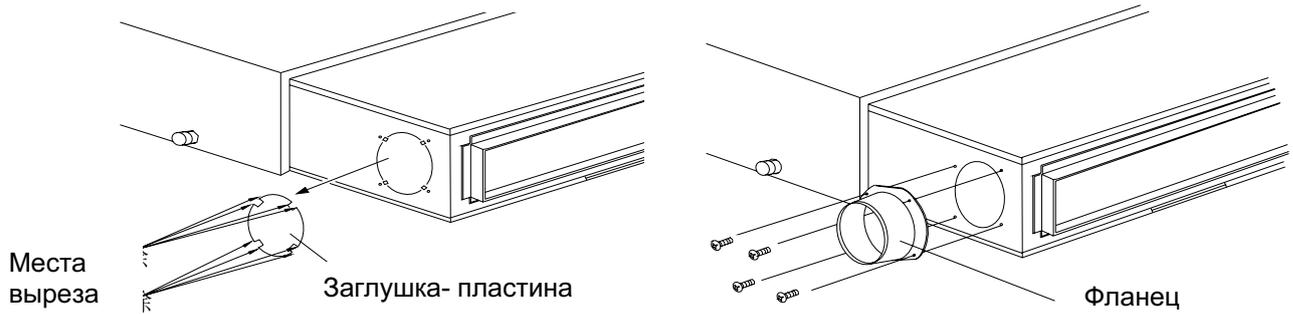

Рисунок 6.23- Установка фланца круглого воздуховода
6.4.9 Установка бокового круглого воздуховода(см. рисунок 6.23)